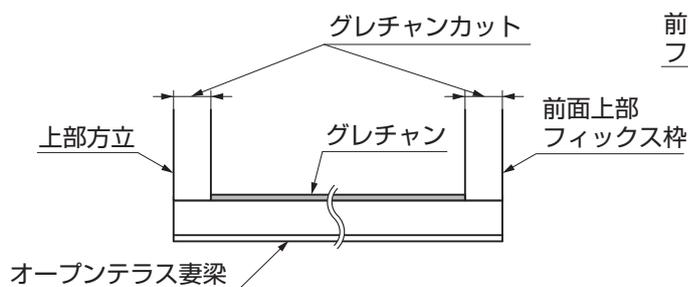

図4-9
- オープンテラス妻梁に取付けるグレチャンが上部方立、前面上部フィックス枠に干渉する場合は、切断してください。(図4-9参照)